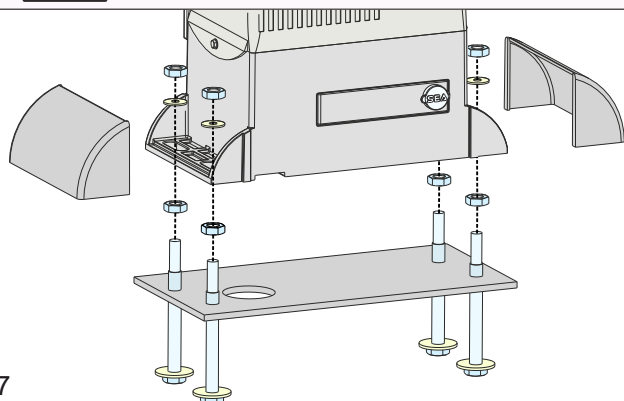
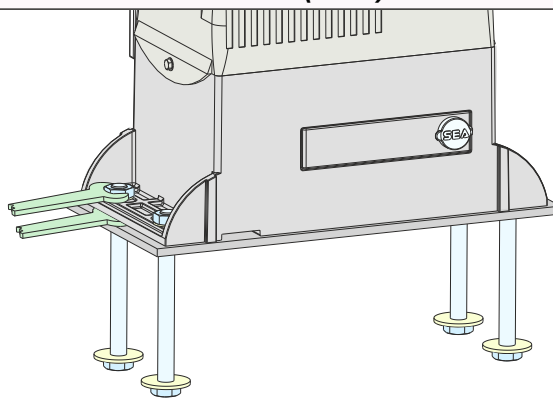

Fig. 7
Fig. 8
4.1. Fixer le motoréducteur à la plaque de fondation à l'aide des vis fournies - Fig. 7, en ajustant sa position latérale et sa hauteur - Fig. 8 - pour respecter les dimensions mentionnés sur la Fig. 5
4.2. Insérez les deux couvercles de protection latéraux à emboîtement - Fig. 7